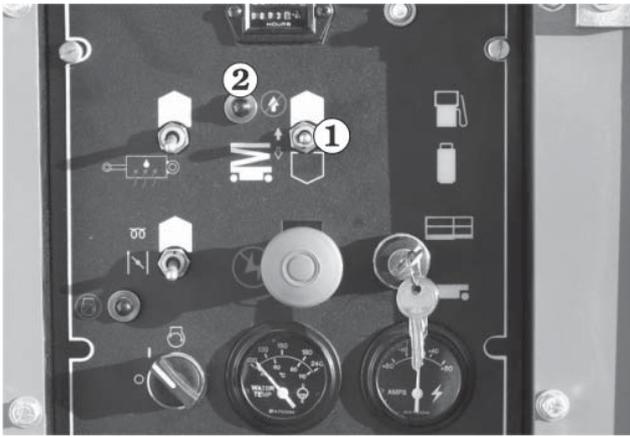

Abb. 8.9
2. Um die Plattform hochzufahren, den Schalter Plattform Heben/Senken **1** nach oben drücken und halten (siehe Abb. 8.9).
3. Um die Plattform herunterzufahren, den Schalter **Plattform Heben/Senken 1** nach unten drücken und halten (siehe Abb. 8.9).